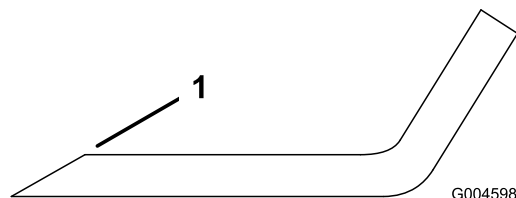

Figure 37
1. Au moyen d'une lime, aiguisiez le tranchant aux deux extrémités de la lame (Figure 37) en veillant à conserver l'angle de coupe d'origine. Limez la même quantité de métal sur les deux tranchants pour ne pas déséquilibrer la lame.